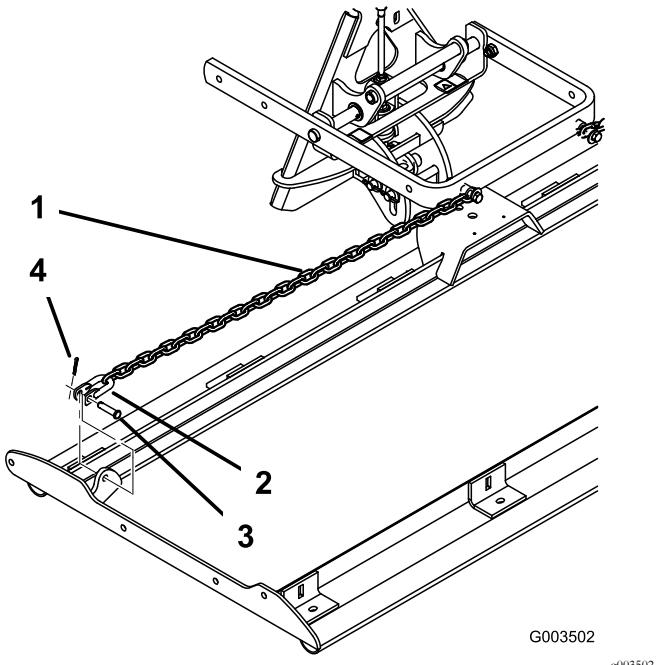

Bild 5
3. Winden Sie einen Schäkel durch das untere Glied jeder Kette am Hubarm (Bild 5).
4. Befestigen Sie jeden Schäkel mit einem Lastösenbolzen ($\frac{3}{8}$ " x $1\frac{1}{2}$ ") und einem Splint am Schleppmattenträger, wie in Bild 5 abgebildet.